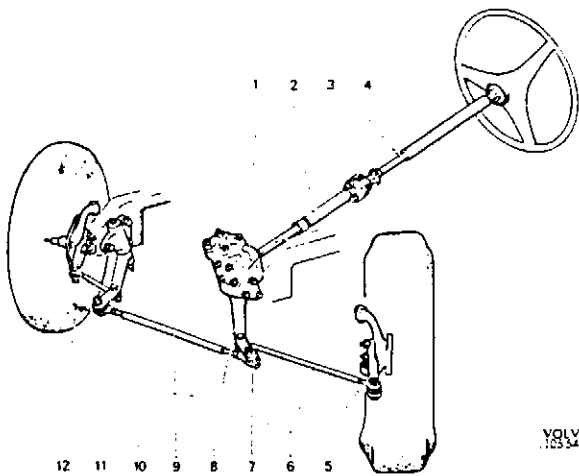
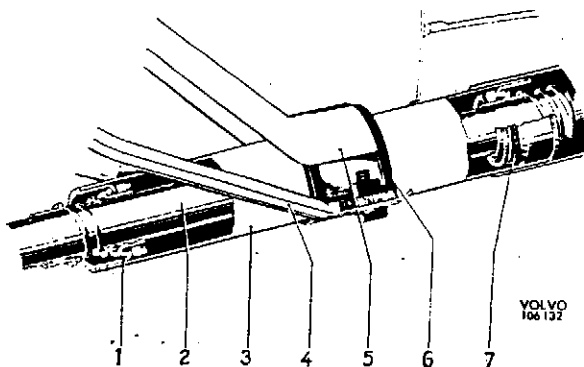
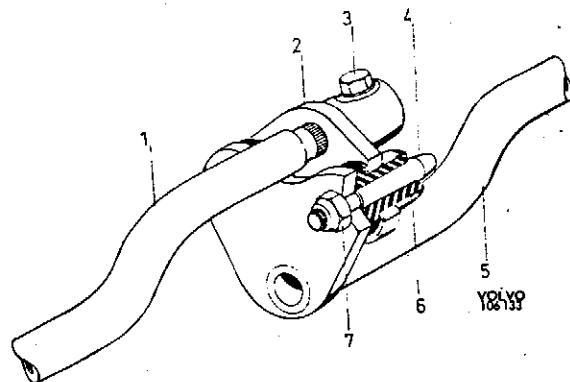

Abb. 33 Lenkvorrichtung
Abb. 34 Lenkspindellagerung, 120
Abb. 35 Sicherheits-Lenkspindel, 120
Die Konstruktion der Lenkvorrichtung geht aus Abb. 33 hervor. Die Lenkradbewegungen werden auf die Räder über obere und untere Lenkspindel (4 und 2), Lenkgetriebe (1), Lenkstockhebel (8), Spurstange (9), Lenkstangen (6 und 11) sowie
Die Lenkspindel ist geteilt. Die obere Lenkspindel ist zwischen zwei Kugellagern in einem Mantelrohr gelagert, das mit gummiausgebuchten Schellen und über Stützen an der Karosserie befestigt ist, s. Abb. 34. Ein Gummigelenk zwischen der oberen und der unteren Lenkspindel dämpft evtl. Schwingungen. In Fahrzeugen spät. Ausf. verbindet ein Mitnehmer vom Sicherheitstyp die obere und untere Lenkspindel. Bei einem evtl. Frontalzusammenstoß, der die Karosseriefront eindrückt, wird der Mitnehmer der unteren Lenkspindel abgerissen und in der Knautschrictung weiterschoben. Die obere Lenkspindel dagegen behält ihre Lage, wodurch die Gefahr, daß das Lenkrad tiefer in die Fahrgastzelle eindringt, ausgeschlossen wird. Die Sicherheitsvorrichtung besteht bei 120 aus zwei Mitnehmern (Abb. 35), die von Gummibuchsen zusammengehalten werden. Bei 1800 besteht die Sicherheitsvorrichtung aus einer stoßaufnehmenden Schiebemuffe mit Ringmutter (2, Abb. 33).
Die Kugelköpfe des Lenkgestänges sind kunststoffgefüllt und daher wartungsfrei. Die Spurstange (9, Abb. 33) hat an den Enden austauschbare Kugelgelenke (Spurstangenköpfe), während bei den Lenkstangen (6 und 11) Gelenk und Stange in einem Stück gefertigt sind. Die Lenkhebel (5 und 12) sind an den Achsschenkeln festgeschraubt.
Die Abb. 34, 43 und 44 zeigen Beispiele der in diesen Fahrzeugen gebräuchlichen Lenkspindel-lagerungen.